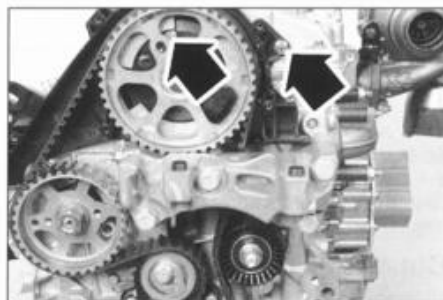

FIG. 51
- los dos tornillos de fijación del cárter de distribución (fig. 51).